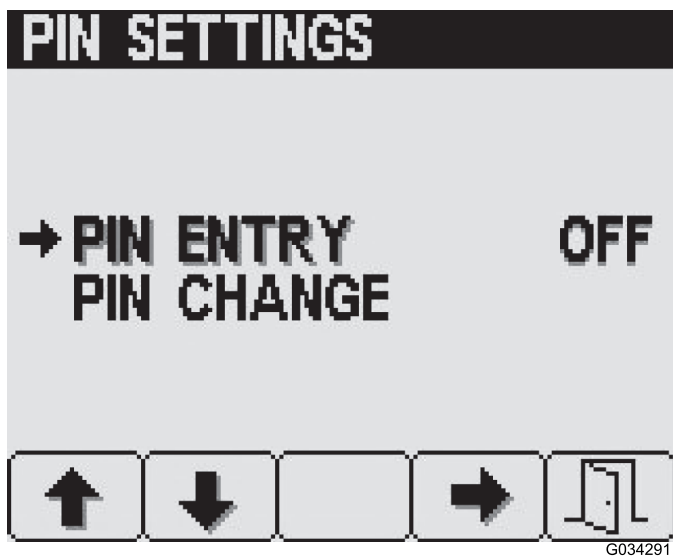

Bild 16
3. Drücken Sie auf dem Bildschirm „PIN-Einstellungen“ Taste 4, um „PIN-Eingabe“ auszuwählen und die PIN zu aktivieren oder zu deaktivieren (Bild 16).